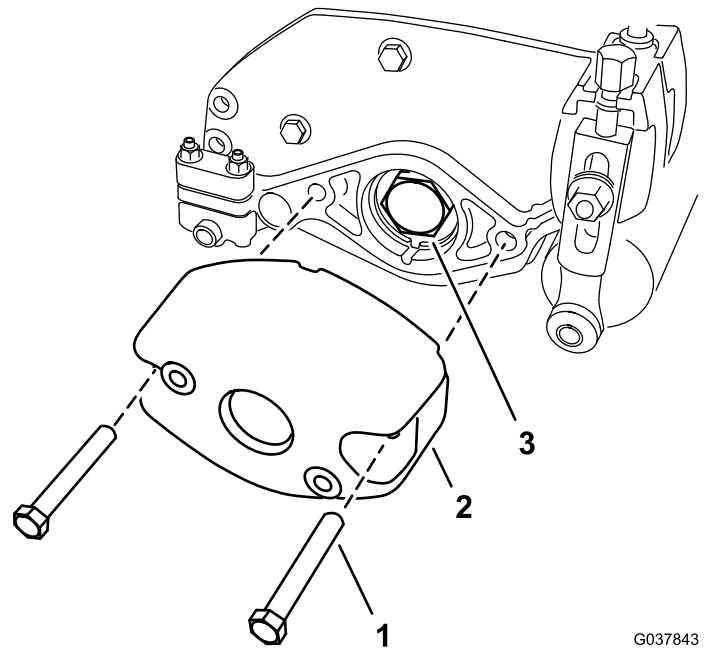

Figura 4
1. Rimuovete i 2 bulloni (5/16" x 2¼") dai 2 dadi (mantenuti fissati dalla piastra laterale) che fissano il contrappeso sulla piastra laterale dell'apparato di taglio. Rimuovete il contrappeso (Figura 4).
3. Togliete il dado del cuscinetto dall'albero del cilindro (Figura 4).